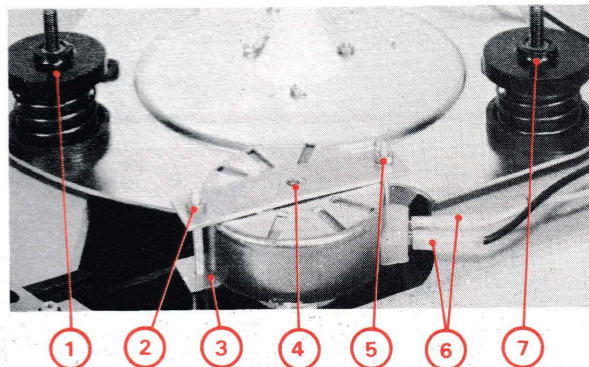
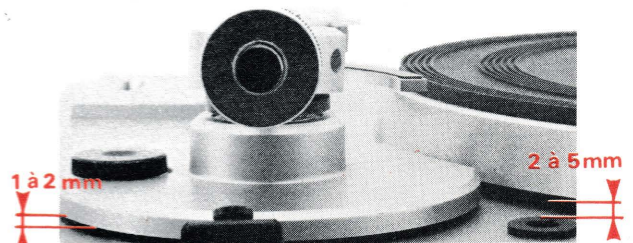

Fig. 1
Fig. 5
A – DEPOSE DU MOTEUR (Fig. 1)
D – REGLAGE DES HAUTEURS DU PLATEAU ET DU SOCLE DE BRAS (Fig. 5)
Visser ou dévisser les embases de suspension (voir (1) et (7) Fig. 1 puis (1) Fig. 2a) pour obtenir les hauteurs indiquées sur la Fig. 5.